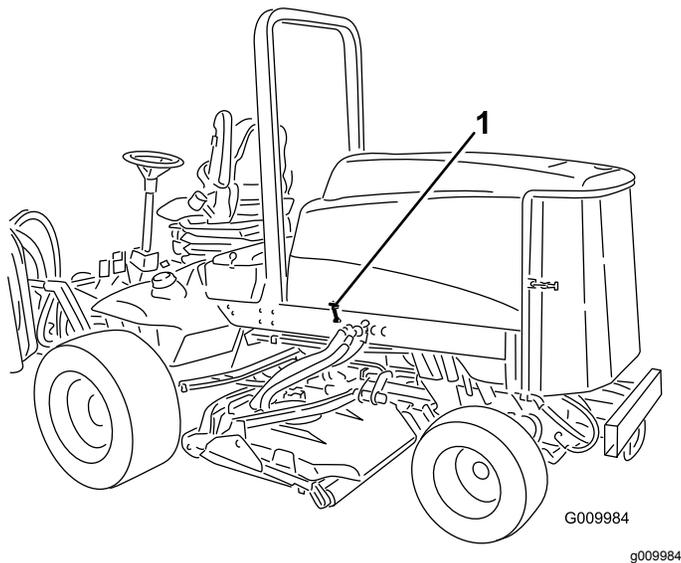

Figura 22
1. Rilasciate i fermi e il perno del cofano (Figura 22) e aprite il cofano.